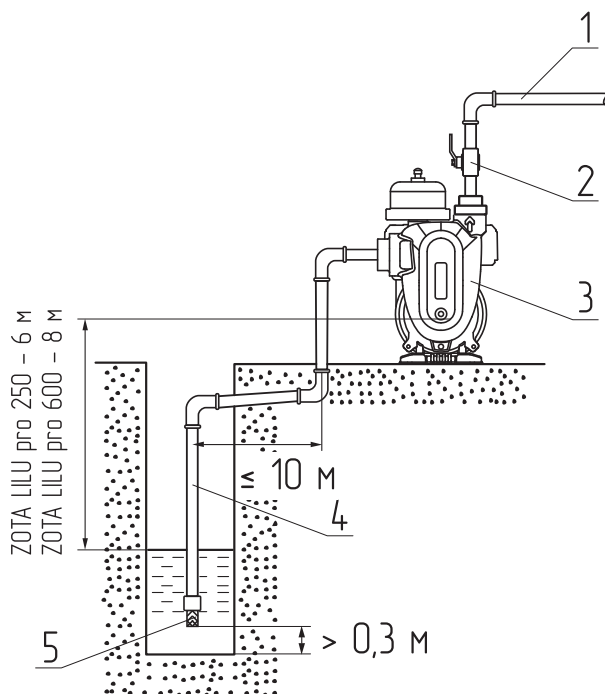
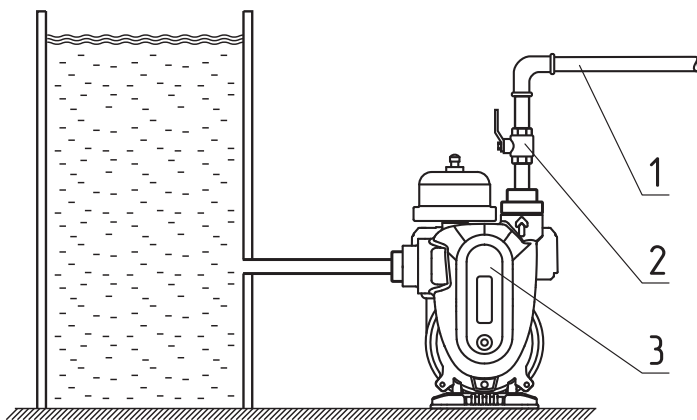

Рис. 7 Подача воды из колодца
Рис. 8 Подача воды из емкости
- Насосную станцию следует устанавливать непосредственно около источника водозабора (см. **Рис. 7**, **Рис. 8**). При монтаже старайтесь минимизировать количество резких сужений, расширений и поворотов всасывающей магистрали.
- В качестве всасывающей магистрали (**Рис. 7, поз. 4**) рекомендуется использовать жесткие металлические или пластиковые трубы, а так же несминаемые гибкие армированные шланги. Диаметр шланга или трубы должен точно соответствовать диаметру входного отверстия насоса;
- Для облегчения заполнения насосной станции и всасывающей магистрали водой перед пуском и предотвращения ее вытекания из системы при отключении насосной станции, необходимо установить на конце всасывающей трубы обратный клапан 1" с сетчатым фильтром (**Рис. 7, поз. 5**);
- Для насосной станции рекомендуется в напорной магистрали (**Рис. 7, Рис. 8, поз. 1**) на выходном патрубке установить вентиль (**Рис. 7, Рис. 8, поз. 2**). Он пригодится при регулировке реле давления, позволяя не отходя от насоса перекрывать и открывать напорную магистраль. Кроме того, при демонтаже насоса этот кран будет препятствовать вытеканию воды из напорной магистрали.